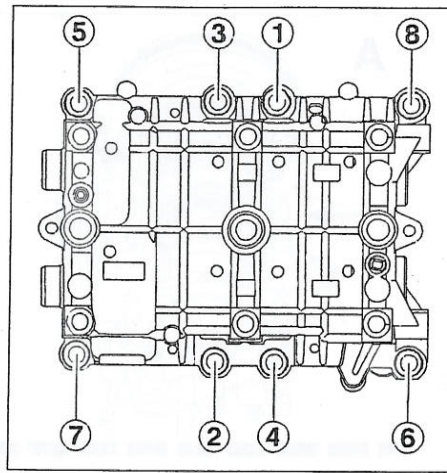

FIGURA 1-36
- Montar los tornillos de fijación de la caja y apretarlos al par de apriete prescrito (**figura 1-36**).